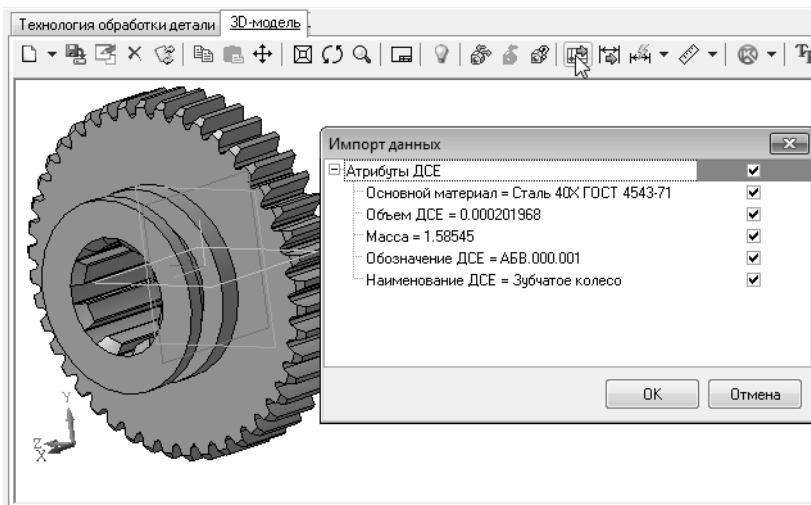

Рис. 1.5.
6. Нажмите кнопку **Получить данные с документа**. Поставьте галочку в ячейке **Атрибуты детали** и нажмите **ОК** (рис. 1.5).